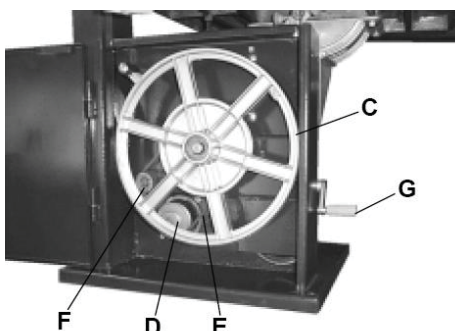

Рис. 24
Нижний шкив (С) Рис. 24
- Один шкив находится на промежуточной оси, а другой – на оси двигателя (D) (рис. 24).
- "V"-образный ремень (E) (Рис. 24) проходит через шкив на промежуточной оси, через шкив на оси двигателя и через плоский натяжной ролик (F) (Рис. 24).
- Натяжение ремня осуществляется с помощью рукоятки (G) (Рис. 24).